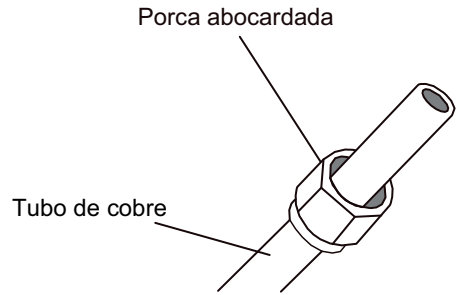

Fig. 6.3
3. Coloque as porcas abocardadas em ambas as extremidades do tubo. Certifique-se de que as porcas estão na posição correta, uma vez que não as pode reajustar nem mudar a sua posição depois de realizar o abocardado. Consulte a Fig. 6.3.